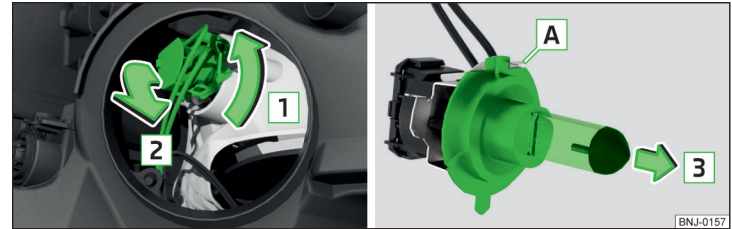

Abb. 302 Glühlampe für Abblendlicht wechseln
- › Den Stecker mit der Glühlampe in Pfeilrichtung **1** drehen » Abb. 302.